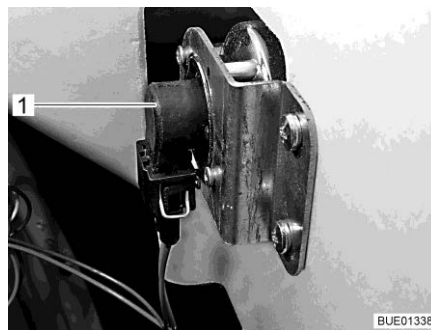

Fig. 290 Indicateur de direction
- Placer la main derrière le support de l'ampoule (Fig. 290,1).